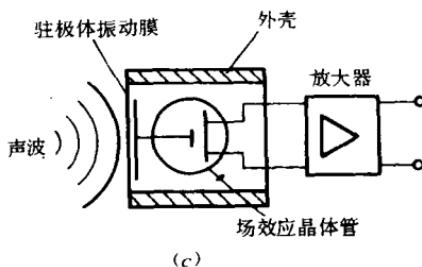

图 1—8(c)
(1) 结构和特性，如图 1—8(c) 所示：驻极体送话器是属于电容式，并且体积小结构简单，价极便宜，所以很多场合均采用这种送话器。